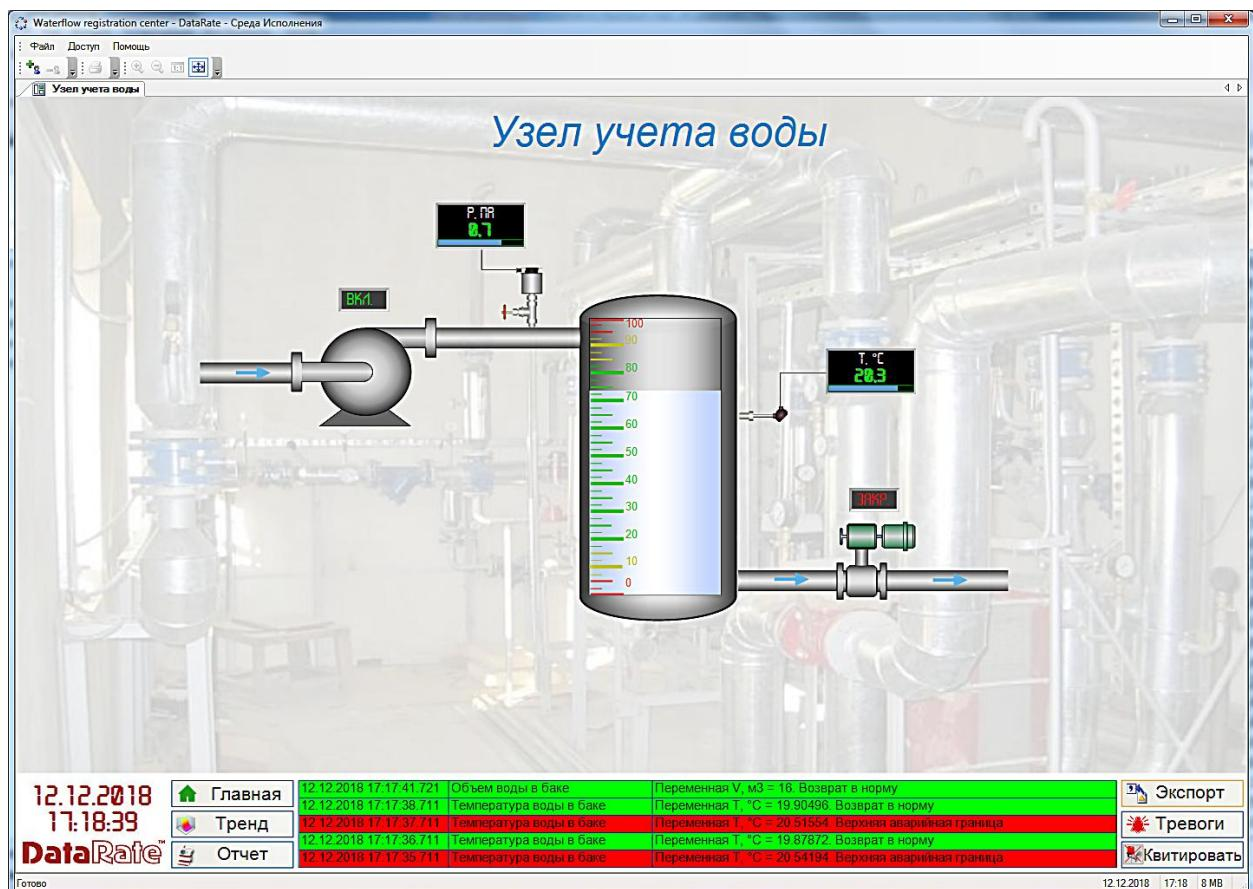
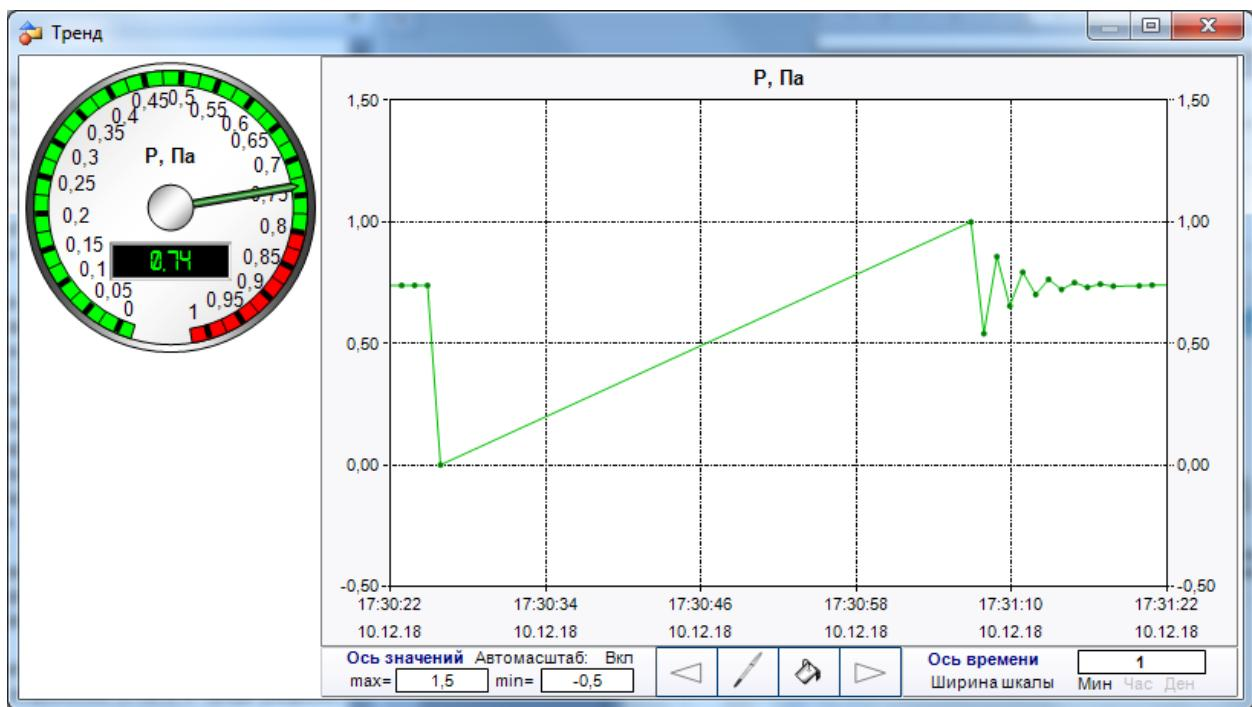
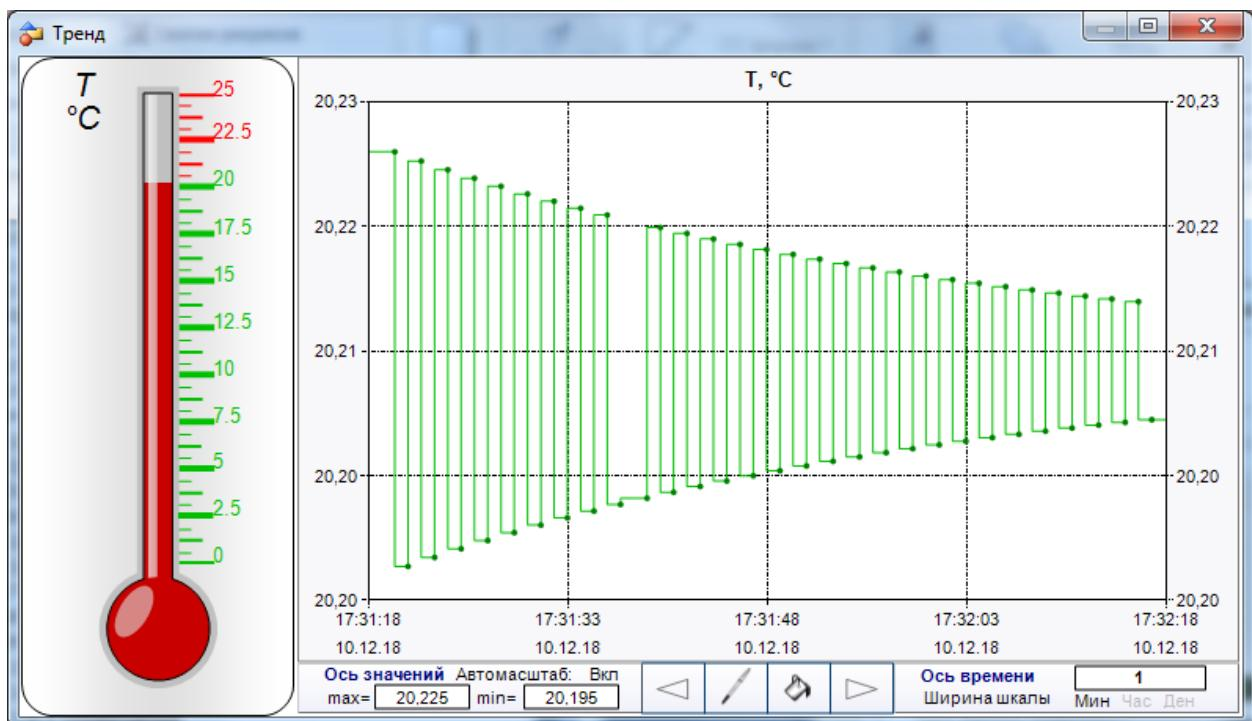

Рисунок 3.3 – Приложение Waterflow registration center в Среде исполнения DataRate
Рисунок 3.4 – Виртуальный прибор и тренд давления
Рисунок 3.5 – Виртуальный прибор и тренд температуры
- 4 В появившемся окне **Открыть** выберите файл проекта **Waterflow registration center.krproj**. Приложение начинает работать (рисунок 3.3).
- 1 Двойным щелчком по панели визуализации давления (рисунок 3.3., сверху) откройте вид Circle_device объекта Pressure (рисунок 3.4)
- 2 Двойным щелчком по панели визуализации температуры (рисунок 3.3., справа) откройте вид Vertical_termometr объекта Temperature (рисунок 3.5)